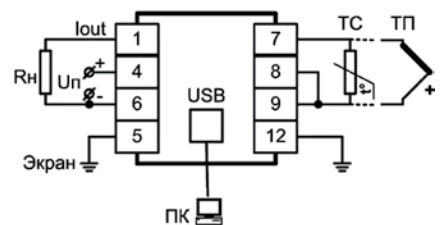

Рис. 5. Схема подключения преобразователя НППТ-1 (НППТ-1.Ех) к USB-порту ПК
ТПП (R), ТПП (B), ТВР (А-1, А-2, А-3), ТМК (Т). При этом он легко настраивается на работу в любом диапазоне температур через USB-вход от ПК. Подключить преобразователь к USB-порту компьютера можно с помощью стандартного кабеля miniUSB (рис. 5). Настройка прибора осуществляется на ПК с помощью программы-конфигуратора.